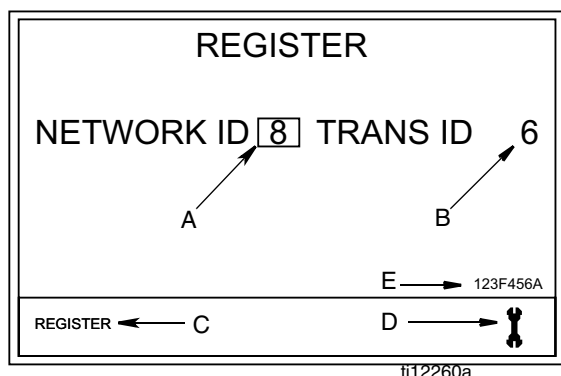

Abb. 5
4. Drücken Sie die EINGABE-Taste in der Mitte des Zähler-Tastenfelds, um die Option REGISTRIEREN auszuwählen. Die Registrierungsansicht aus ABB. 5 erscheint.
1. Die Ansicht zeigt die dem Zähler gegenwärtig zugewiesene NETZWERK-ID (A) und die SENDE(empfänger)-ID (B) (Abb. 5).
2. Wenn die IDs in beiden Feldern stimmen und Sie keine weiteren Änderungen vornehmen müssen, bewegen Sie den Cursor mithilfe des LINKS- oder RECHTS-PFEILS über REGISTRIEREN (C). Drücken Sie die EINGABE-Taste in der Mitte des Zähler-Tastenfelds. Der Zähler kehrt zu seiner Anfangsansicht zurück.